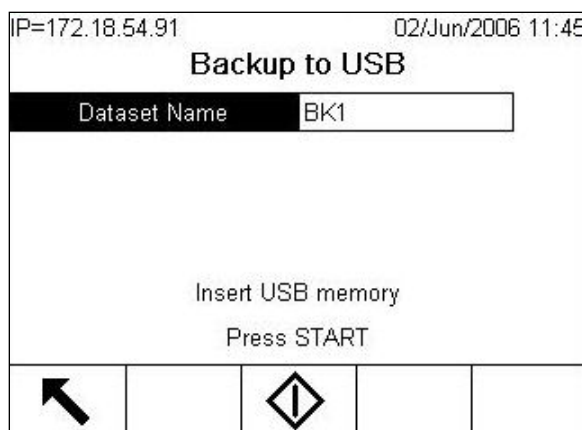

Figura 3-6: Backup em USB
2. Acesse Configuração > Manutenção > Executar > Backup em USB. A tela mostrada na Figura 3-6 será exibida.